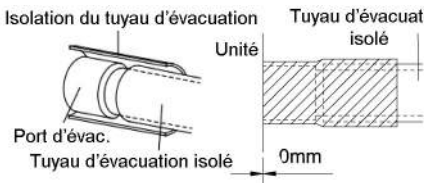

Fig.28
(9). Assurez-vous de bien isoler le port d'évacuation et la connex. du tuyau d'évacuation (Fig.28)